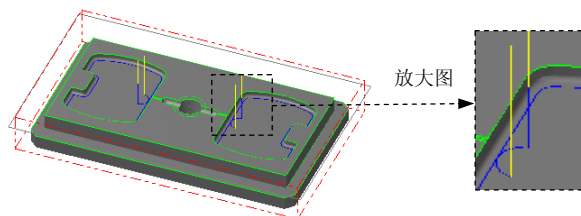

图 20.48 刀具路径
(3) 设置刀具的加工参数。单击“定义刀具-机床群组-1”对话框中的 **参数** 选项卡, 在 **进给速率** 文本框中输入值 200.0, 在 **下刀速率** 文本框中输入值 100.0, 在 **提刀速率** 文本框中输入值 500.0, 在 **主轴转速** 文本框中输入值 2200.0。
(4) 设置冷却方式。在 **参数** 选项卡中单击 **Coolant...** 按钮, 系统弹出“Coolant...”对话框, 在 **Flood** (切削液) 下拉列表中选择 **On** 选项。单击该对话框中的 **✓** 按钮, 关闭“Coolant...”对话框。
Step10. 单击“2D 刀具路径-外形铣削”对话框中的 **✓** 按钮, 完成参数设置, 此时系统将自动生成图 20.48 所示的刀具路径。